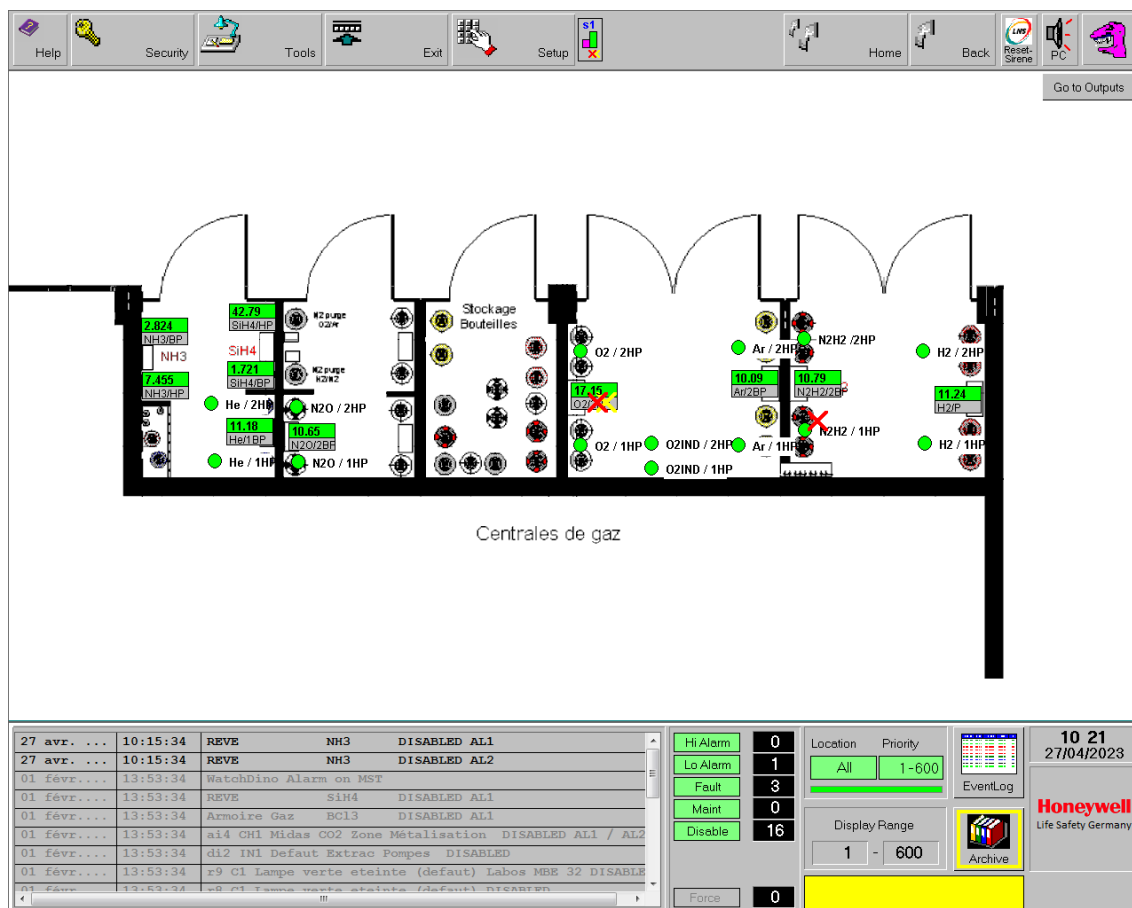

Figure 24: Page centrale de gaz après changement bouteille Ar
- L'alarme est réactivée, le capteur est de nouveau opérationnel (Figure 24).